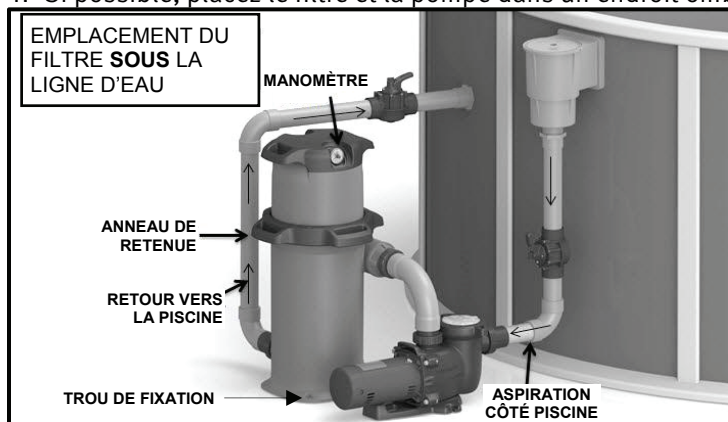

Fig. 1
2. Consultez les Figures 1 et 2 pour visualiser l'aménagement de base de la tuyauterie et l'emplacement des vannes. Bien que les systèmes varient, l'objectif principal est d'obtenir une circulation de l'eau adéquate de la piscine vers la pompe et le filtre et ensuite de retour vers la piscine. Lorsque le filtre est placé sous le niveau de l'eau, assurez-vous d'installer des vannes pour empêcher un retour d'eau vers le filtre lors des nettoyages et de l'entretien courant.
Installez le filtre sur une dalle de béton nivelée ou sur une autre surface rigide afin de respecter tous les codes locaux, provinciaux, territoriaux et nationaux. Utilisez des pièces de fixation adéquates pour le matériau de la surface sur laquelle le filtre sera fixé. Utilisez 2 ou 4 des trous de fixation disponibles (consultez Fig. 1) à chaque coin opposé de la base du filtre afin de vous assurer que le filtre soit bien fixé et au niveau.